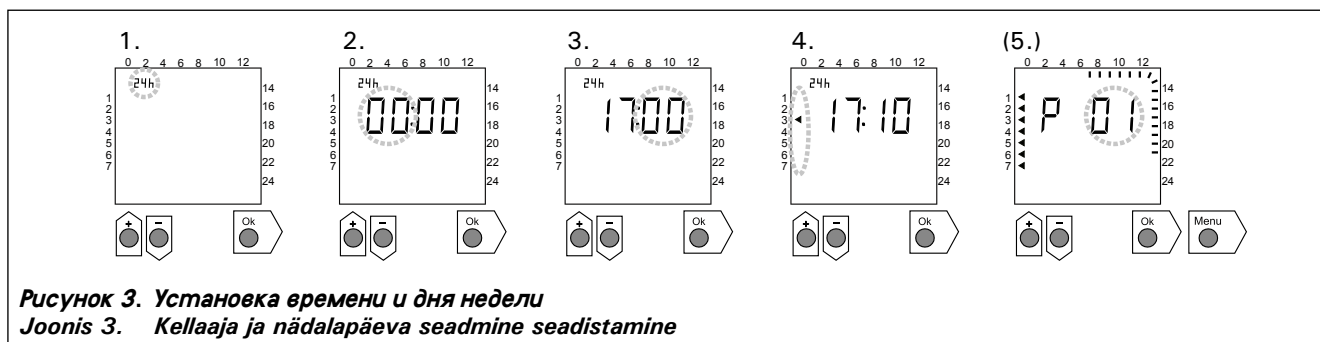

Рисунок 3. Установка времени и дня недели
2.2.2. Часы и день недели (рис. 3)